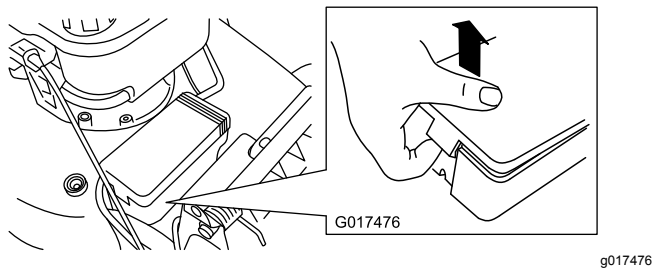

Figura 29
2. Desenganche ambos extremos de la tapa de la batería y retírela (Figura 29).